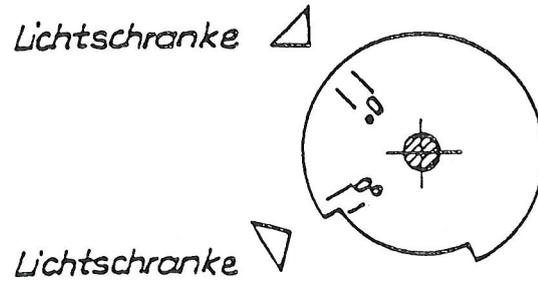

Bild 5.5 Steuerscheibe 2
- Kontrolle der 0° -Stellung von Steuerscheibe 2 gemäß Bild 5.5.